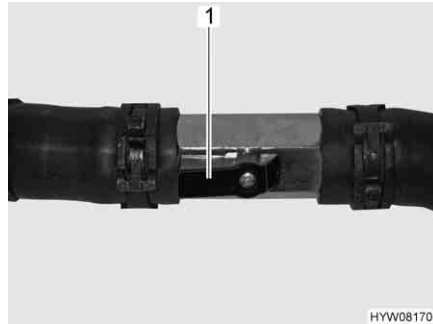

Bild 204 Avstängningsventilen öppen
- Ställ avstängningsventilens spak (Bild 204,1) parallellt med röret (Bild 204).